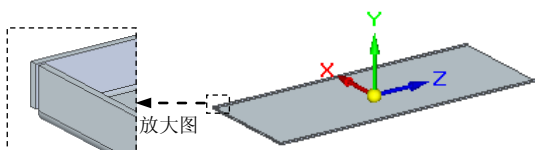
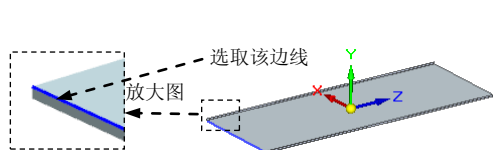

图 8.13.255 弯边特征 2
图 8.13.256 定义附着边
Step5. 创建图 8.13.255 所示的弯边特征 2。
- (1) 选择命令。单击“主页”功能选项卡“钣金”工具栏中的“弯边”按钮.
- (2) 定义附着边。选取图 8.13.256 所示的模型边线为附着边。
- (3) 定义弯边类型。在“距离”文本框中输入值 14, 在“角度”文本框中输入值 90, 单击“外部尺寸标注”按钮和“材料内侧”按钮; 调整弯边侧方向向上, 如图 8.13.255 所示。
- (4) 单击“完成”按钮, 完成特征的创建。